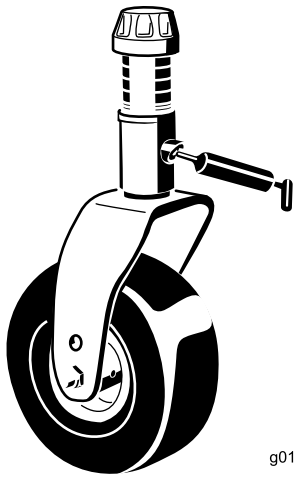

Bild 62
- 2 Laufradgabelbüchsen (Bild 62)